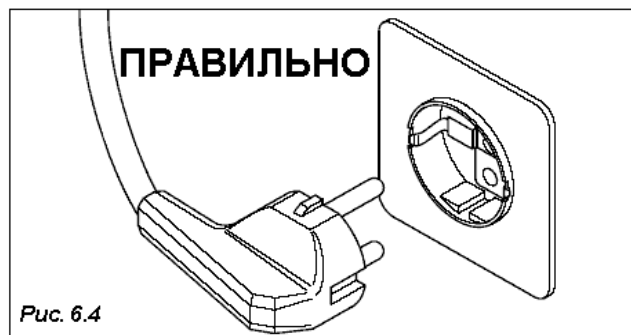

Рис. 6.4
- Торговый автомат укомплектован сетевым шнуром H05WF 3 x 1,5мм² с вилкой типа SCHUKO (евростандарт) (Рис. 6.4).